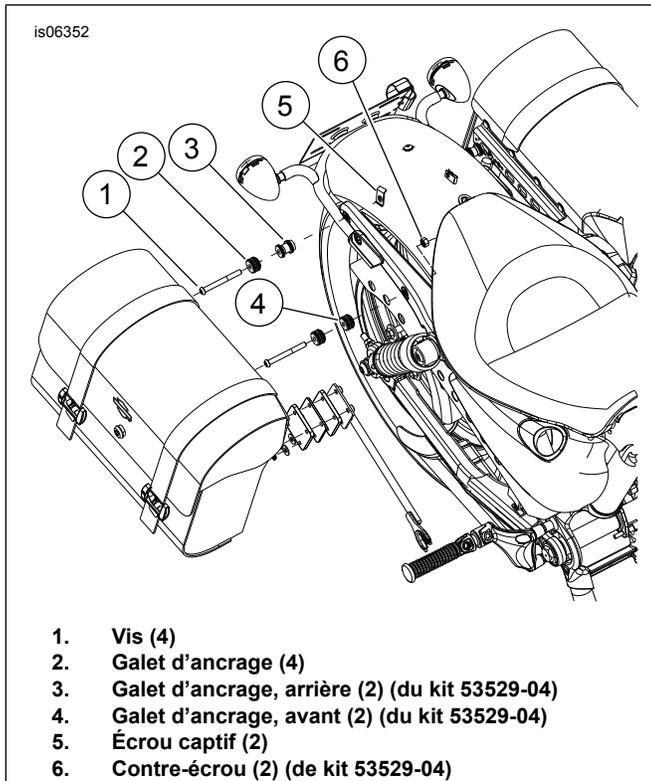
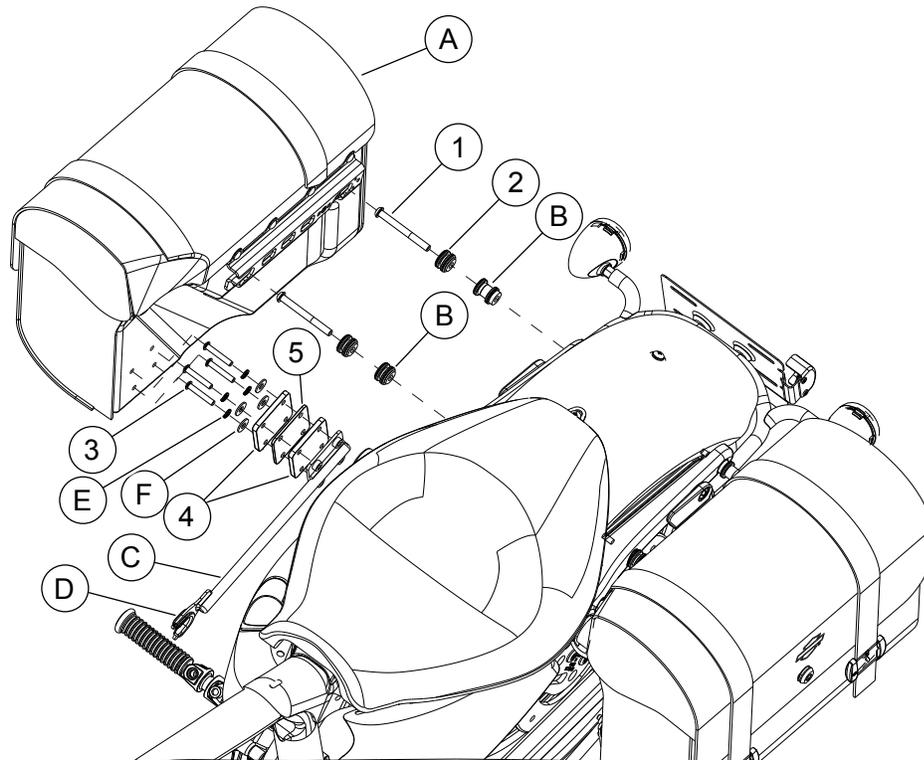

Figure 2. Empilement de la visserie d'ancrage
Figure 3. Pièces détachées : Visserie d'ancrage
Voir Figure 3 et Tableau 1.
2. Retirer la vis arrière (1) et l'écrou captif (5) du couvercle de support de garde-boue arrière, en prenant bien note de l'orientation de l'écrou captif à l'intérieur des supports de garde-boue. Jeter la vis mais conserver l'écrou captif. Conserver le galet d'ancrage arrière (3) s'il était précédemment installé.
3. Retirer et repositionner les feux de direction arrière des couvercles de support de garde-boue arrière (6) selon les instructions fournies dans le manuel d'entretien et le kit de repositionnement.
4. Voir Figure 3. **Si** les bras de support sont déjà montés sur les sacoches, retirer les vis, les rondelles-freins et rondelles plates et les bras de support des sacoches. Conserver les bras de support et les rondelles. Jeter les vis.
1. Voir Figure 2. Prendre dans le kit un galet d'ancrage (2) et une vis (1) ainsi que le galet d'ancrage avant (4) et le contre-écrou (6) retirés précédemment. Bien noter le collier de petit diamètre à l'une des extrémités de chacun des deux galets d'ancrage.
4. Prendre dans le kit un galet d'ancrage (2) et une vis (1) ainsi que le galet d'ancrage arrière (3) et l'écrou captif (5) retirés précédemment. Bien noter le collier de petit diamètre à l'une des extrémités de chacun des deux galets d'ancrage.
8. Voir Figure 3. Prendre quatre vis (3), deux entretoises (4) de 6,3 mm (1/4 po) d'épaisseur et une entretoise de 3,2 mm (1/8 po) d'épaisseur du kit et le bras de support (C), quatre rondelles-freins (E) et quatre rondelles plates (F) retirées précédemment.